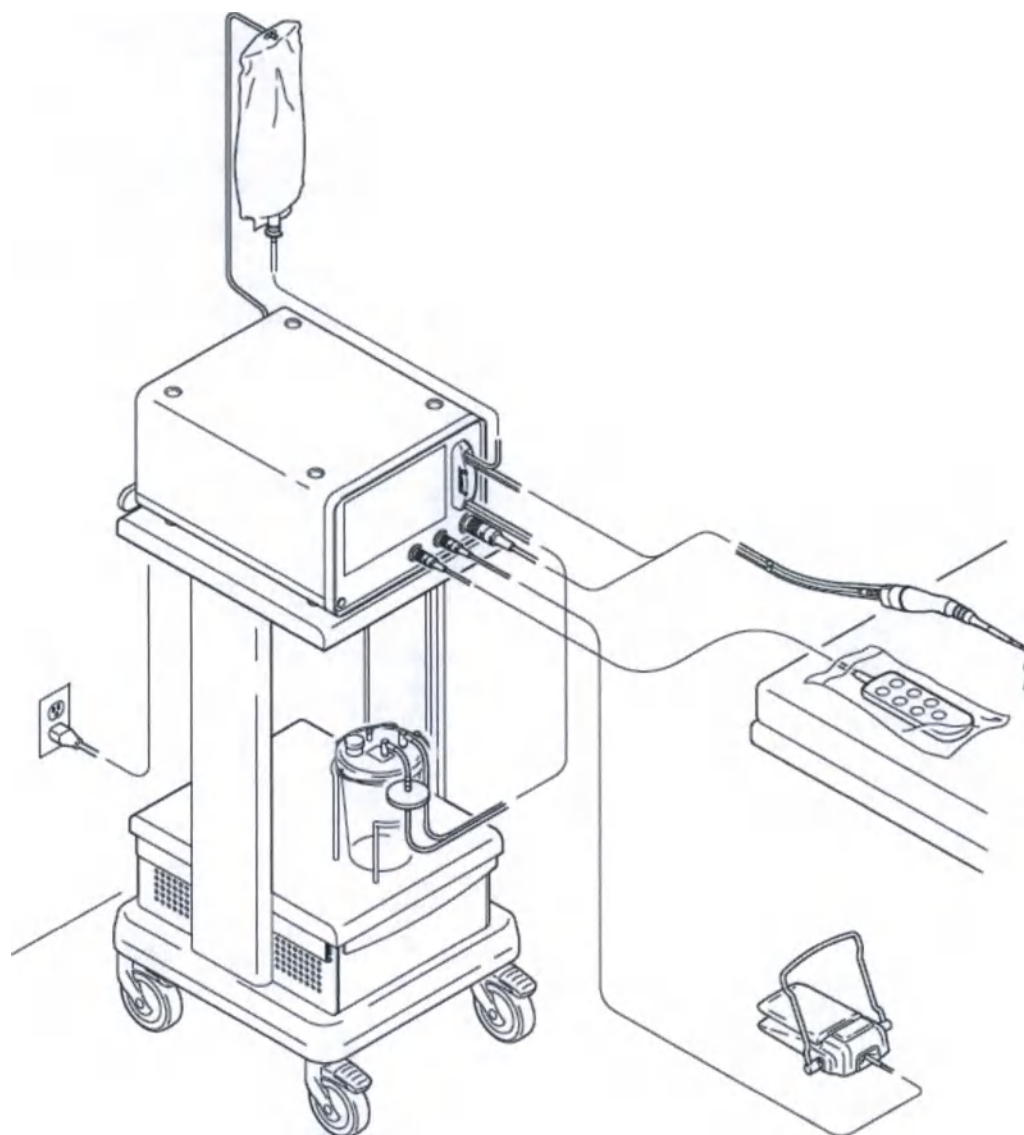

Рисунок 101 — Полная конфигурация системы с (опциональным) пультом ручного управления
- После установки всех требуемых компонентов системы и выполнения начальной загрузки (рисунок 101), появляется экран ГЛАВНАЯ СТРАНИЦА и система готова к использованию (рисунок 102).